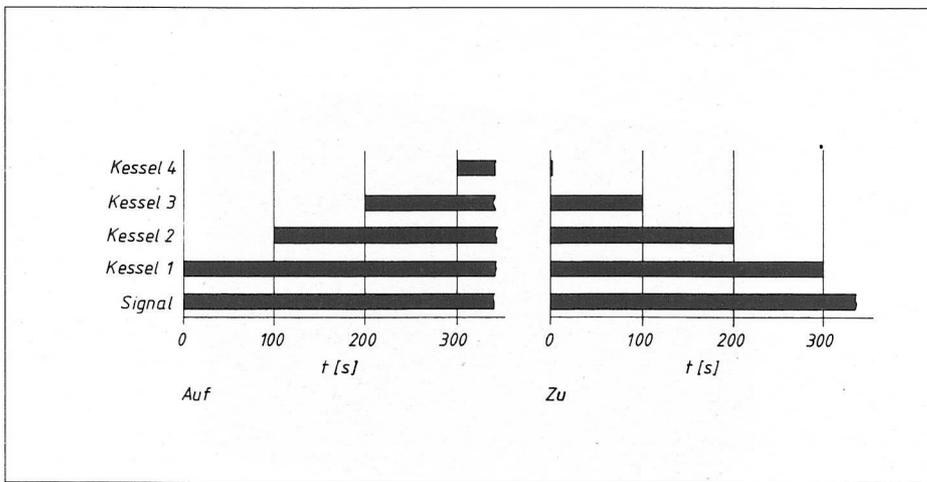

Bild 6 Zeitschaltdiagramm
(Zeitschaltdiagramm Bild 6)
- Der zuletzt eingeschaltete Kessel wird sofort mit dem ersten ZU-Impuls des Reglers ausgeschaltet. Danach erfolgt die Ausschaltung nach Bild 6.